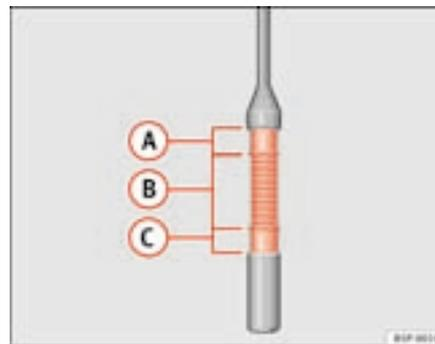

Fig. 158 Vareta de medição do nível de óleo.
- Voltar a retirar a vareta do óleo e controlar o nível do óleo na extremidade inferior da vareta de medição ⇒ **página 220, fig. 158.**
Se o nível do óleo se situar na zona ⇒ **página 220, fig. 158 (A)**, não pode ser feito nenhum reabastecimento de óleo.